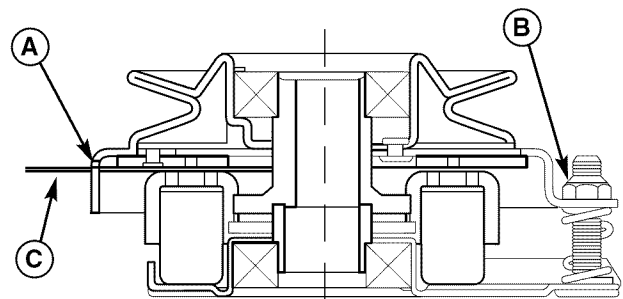

Figura 27. Ajustar Embrague del PTO
3. Inserte una lámina calibradora (C) de 2,5-4 mm (.012"-.015") por cada ventana, colocando el calibrador entre la cara del rotor y la cara del armazón como se muestra en la Figura 27.
4. Alternativamente apriete las tuercas de ajuste (B, Figura 27) hasta que la cara del rotor y la cara del armazón apenas hagan contacto con el calibrador.